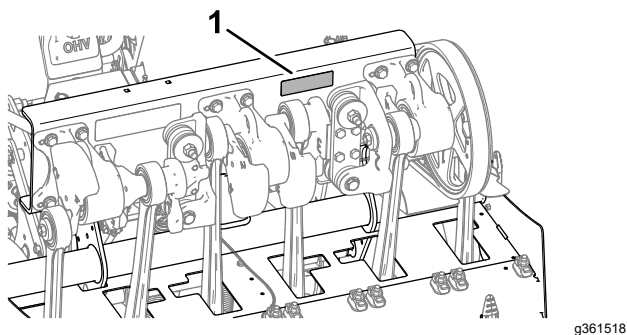

Рисунок 182
3. Проверьте моменты затяжки деталей крепления вала аэратора, рукоятки управления и зажимных гаек колес. Требования к затяжке деталей крепления приведены на наклейке с моментом затяжки болта, расположенной на опорном швеллере вала аэратора (Рисунок 182).